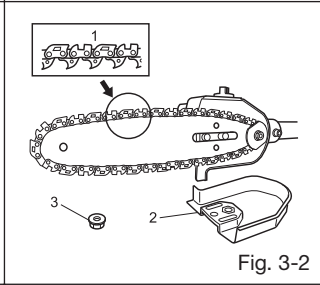

Fig. 3-2
2. Varmista, että lukkotappi (1) osuu putken kohdistusreikään (2), eikä putki irtoa.
3. Kiristä lukkoruuvi huolellisesti (3).
### Tukikahvan asentaminen (1) (Fig. 3-2)
1. Irrota kaksi kuusiokoloruuvi (2) vaihteen kotelosta.
2. Kiinnitä tukikahva (1) vaihteeseen irrotetuilla kuusiokoloruuveilla (2). Kiristä sitten kuusiokoloruuvit huolellisesti.
- Slightly move the bar back and forth and make sure the chain tension boss (4) fits into the hole (5) in the bar properly.
2. Confirm the direction of saw chain (1) is correct as in the figure, and align the chain on the sprocket. (Fig. 3-2)
4. Install the side case (2) onto the guide bar clamp bolt. Then fix the clamp nut (3) temporarily. (Fig. 3-2)